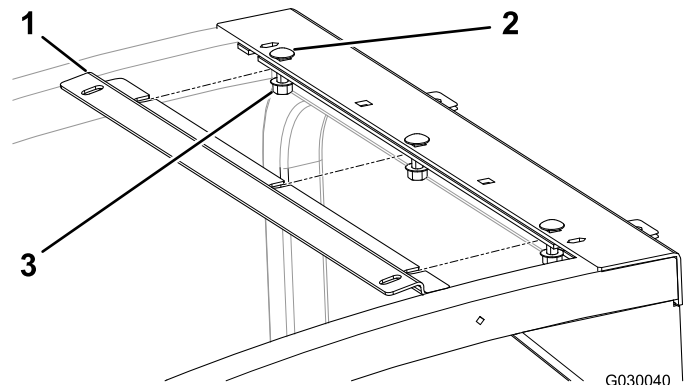

图1
- 拧开固定至顶篷架 3 个托架螺栓上的 3 个现有凸缘螺母（图1）。